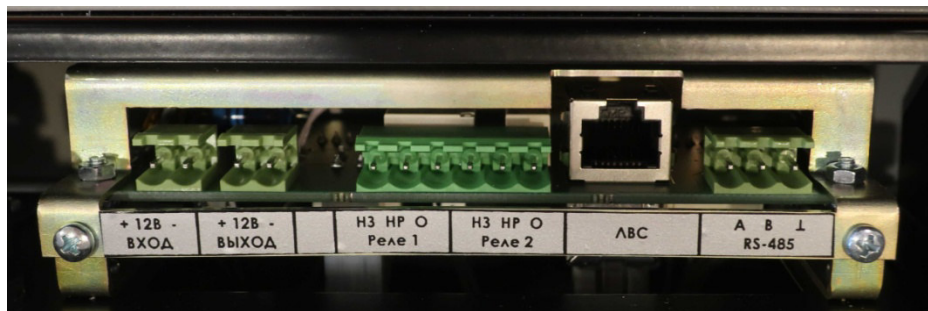

Рис. 6.2 Расположение соединителей для внешних подключений в нише секции управления
6.8.1. Для подключения изделия к компьютерному оборудованию через порт RS-485 следует использовать кабель типа «витая пара» с волновым сопротивлением 120 Ом. Клеммник для подключения кабеля находится в нише в верхней части секции управления (см. Рис. 6.2). Если изделие является оконечным устройством магистрали и длина магистрали более 50 м, параллельно контактам А и В клеммника необходимо подключить согласующий резистор номиналом 120 Ом. После подключения следует установить параметры связи через порт RS-485 (см. п.7.2.4).
6.8.2. Для подключения изделия к компьютерному оборудованию через порт Ethernet следует подключить патч-корд к соединителю ЛВС (см. Рис. 6.2) и установить параметры связи через порт Ethernet (см. п. 7.2.4).
6.9. Для подключения внешних сигнальных устройств к релейным выходам изделия следует использовать клеммники «Реле 1», «Реле 2» (см. Рис. 6.2). Назначение контактов клеммников приведено в таблице 6.1.
6.11. При необходимости подключения изделия к питающей сети постоянного тока напряжением 12 В, следует использовать клеммник «12 В Вход» (см. Рис. 6.2). Питающая сеть должна обеспечивать ток нагрузки не менее 3 А. Для подключения следует использовать провода сечением не менее 0,35 кв. мм.
6.12. Для питания внешних устройств низковольтным напряжением постоянного тока следует использовать клеммник «12 В Выход» (см. Рис. 6.2). На выходе обеспечивается напряжение (12 ± 2) В при токе не более 1 А.